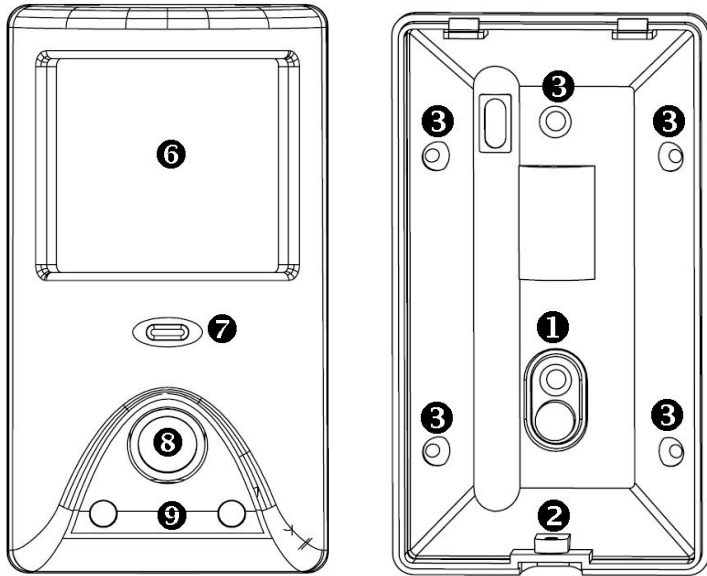

Figure 1: Outer Casing, Frontal Views
4. Verschrauben Sie die Rückwand des Melders an der Wand und klicken den Melder wieder ein. Drehen Sie die Schraube an der Unterseite fest. (siehe Figs. 1 und 2, Position 2 ).